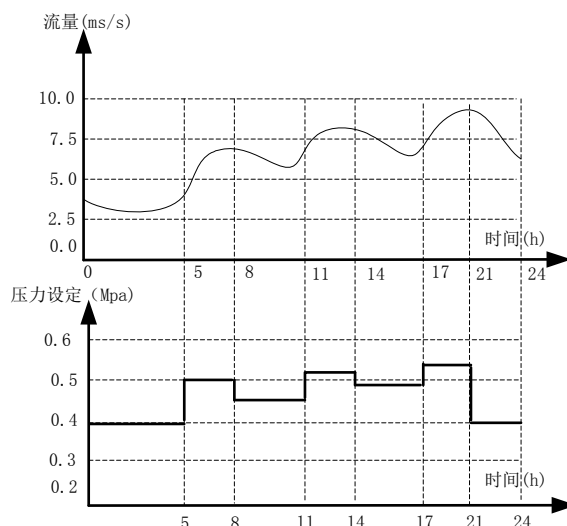

图5-39 6个时间段压力控制
4、为了适应生活供水中的压力/流量波动特性，如通常白天的3个用水高峰期流量波动，以及其他一些特殊应用，系统提供了最多6段的定时压力给定控制以满足使用，可以起到节水和节能的作用。一天的流量波动和多段压力控制如图5-39所示。